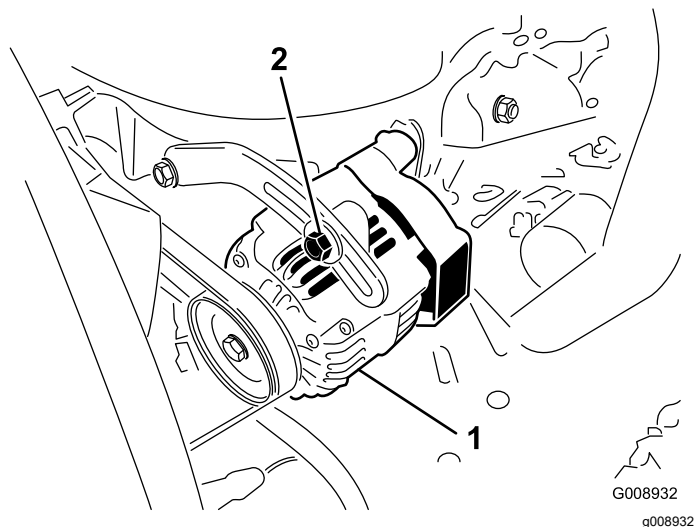

Figure 47
2. Si vous n'obtenez pas une flèche de 10 mm ( $\frac{3}{8}$  po), desserrez les boulons de fixation de l'alternateur (Figure 47).